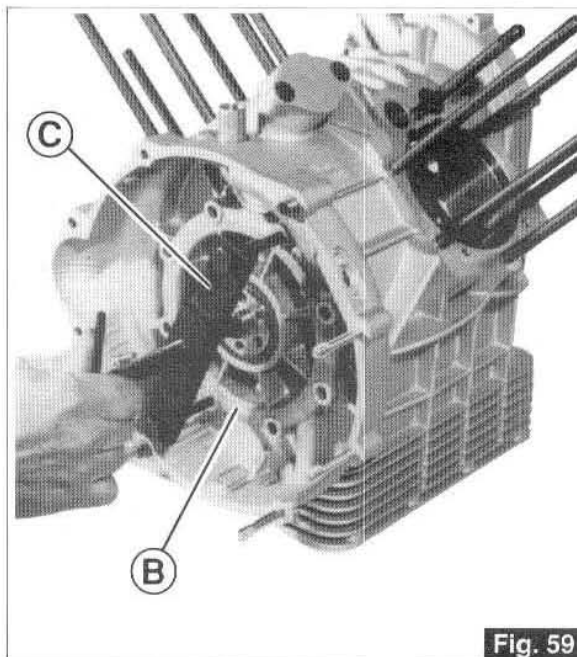

Fig. 59
- Utilisez l'outil «C» (code 12 91 36 00) pour sortir la bride arrière «B», comme indiqué dans la figure 59.
- Zum Auszug des hinteren Flansches «B» das Werkzeug «C» (Kennr. 12 91 36 00), so wie auf der Abb. 59 angegeben, anbringen.